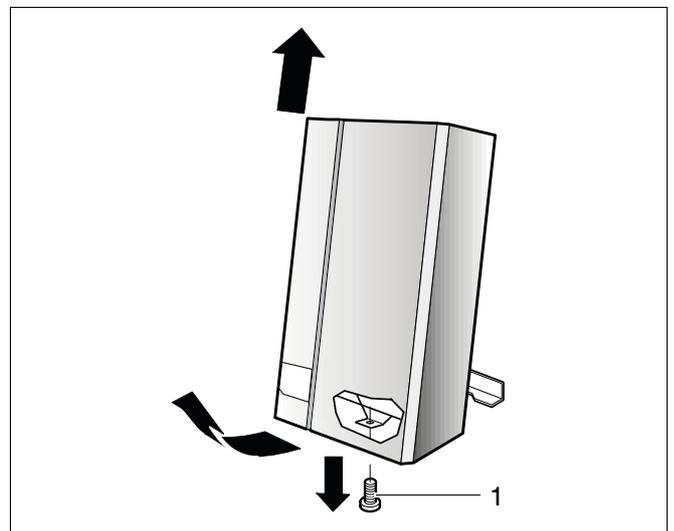

Fig. 30 Enlever l'habillage
- Desserrer la vis de fixation (fig. 30, pos. 1) et enlever l'habillage.
- Desserrer la vis de fixation et enlever l'habillage (fig. 30).